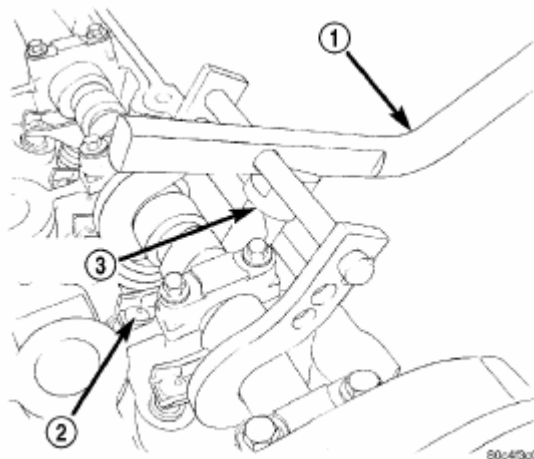

Рис. 31. Снятие/установка рычага клапана.
- (5) При помощи приспособлений 8215 и 8436 медленно нажать на клапанный узел так, чтобы снять рычаг (Рис. 31).